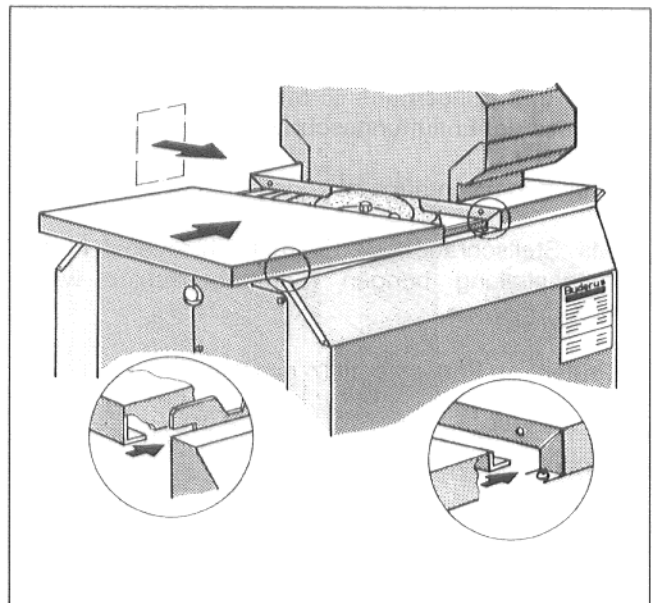

Abb. 31
- Hintere Kesselhaube oben auf die rechte und linke Seitenwand auflegen und die nach oben gebogene Abkantung unter die vordere Kesselhaube schieben (Abb. 31).
- Hintere Abkantung rechts und links in die Schlitz der Seitenwand schieben (Abb. 31)
- Zweites Typenschild je nach örtlichen Verhältnissen auf rechte oder linke Seitenwand aufkleben (Abb. 31).